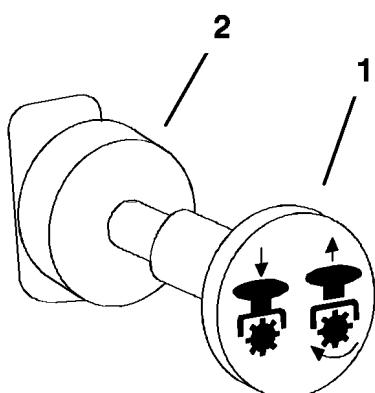

Figure 11
3. Placez la commande de prise de force (PDF) en position désengagée (Figure 11).
1. Placez la commande de PDF en position désengagée (Figure 11).